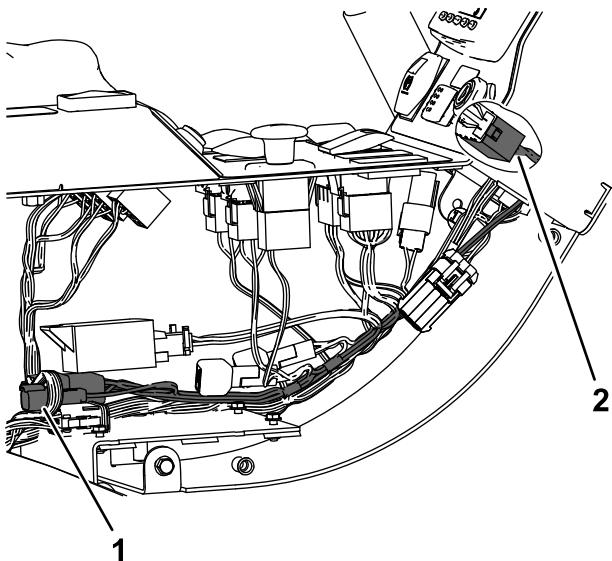

Figura 5
1. Collegate il cablaggio preassemblato nuovo all'interruttore del freno ausiliario (Figura 5).
2. Collegate il cablaggio preassemblato al connettore di alimentazione luci UE all'interno della consolle (Figura 5).